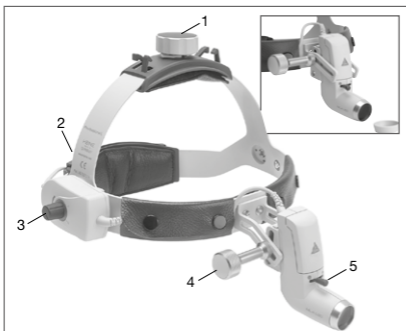

Abb. 2 Kopfband Professional L (s. große Abb.)
Anpassung des **Kopfbands Professional L** (s. Abb. 2): Zur Anpassung an den Kopfumfang lässt sich das Kopfband durch Drehen der Drehräder oben (1) und hinten (2) erweitern oder verengen.
Einstellen der Leuchtrichtung und des Leuchtfeldes (s. Abb. 2)